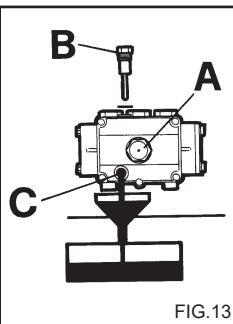

FIG.13
- 2) De tap met de oliepeilstaf losschroeven (Fig. 13).